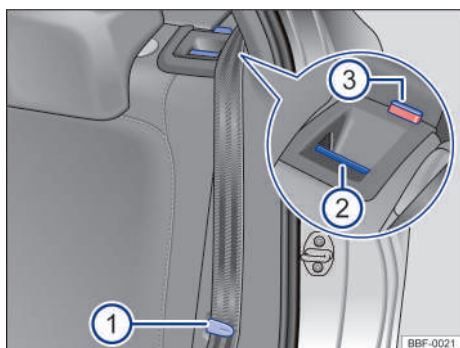

Fig. 63 En el respaldo del asiento trasero: tecla de desbloqueo.
- Encajar las bandas de los cinturones en los respectivos alojamientos en la guarnecido lateral → fig. 63 ⓘ
- Tirar de la tecla de desbloqueo → fig. 63 ⓘ hacia adelante y, al mismo tiempo, rebatir el respaldo del asiento trasero hacia adelante.
- La parte de respaldo del asiento trasero estará desbloqueada cuando la marca roja → fig. 63 ⓘ sea visible.
- La marca roja → fig. 63 ⓘ ya no puede ser visible.